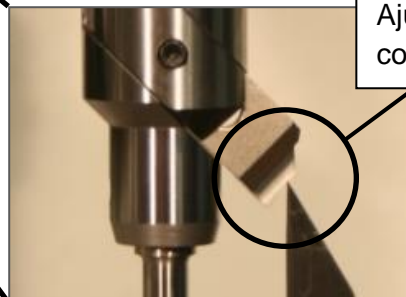

Fig. 16
12. Desbloquee el mango de la palanca de sujeción y colocar el brazo de pivote en la posición superior por medio del tornillo de ajuste y el anillo de tope (el anillo de tope está por debajo del brazo de pivote y está fijado por una palanca de sujeción). Afloje el tornillo manual hasta que el cabezal este en movimiento libre. Fig. 16